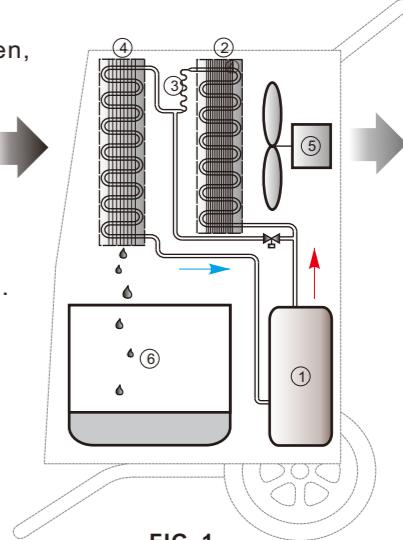

FIG. 1
(Se FIG. 1) MDR-lufttørkere er utformet basert på sirkulasjonssystemet for kjøleteknikk. Inn i dette hermetiske systemet pumper og komprimerer kompressoren (①) kjølemediet til gass med høy temperatur og sender denne til kondensatoren (②).